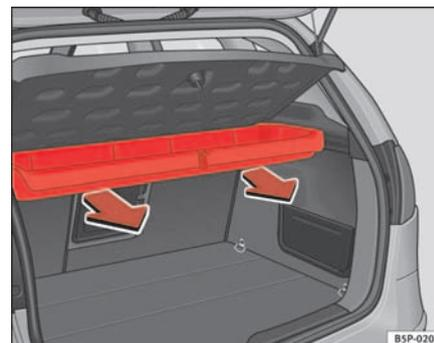

Fig. 120 Desmontaje caja portaobjetos
- Tire hacia afuera hasta desenclavar la caja de los ejes de giro. ⇒ fig. 120